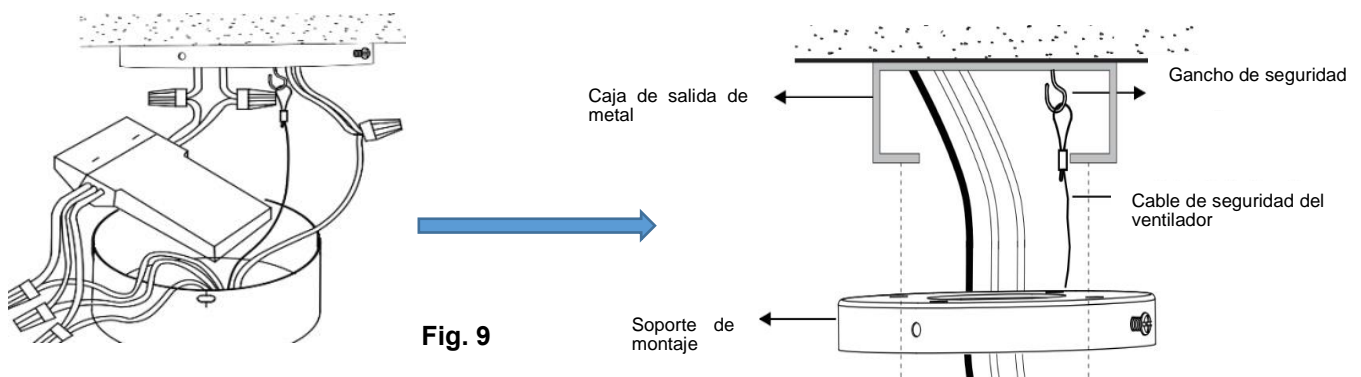

Fig. 9
7. Tire del cable de seguridad de metal del gancho de seguridad y apriete el cable de seguridad (Fig.9)